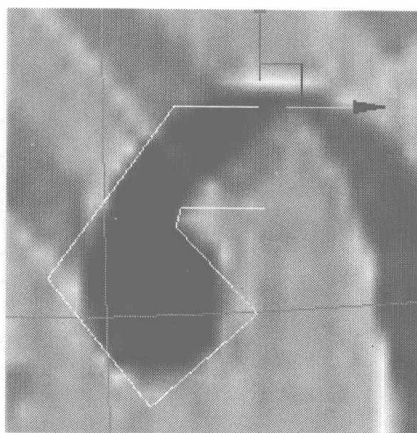
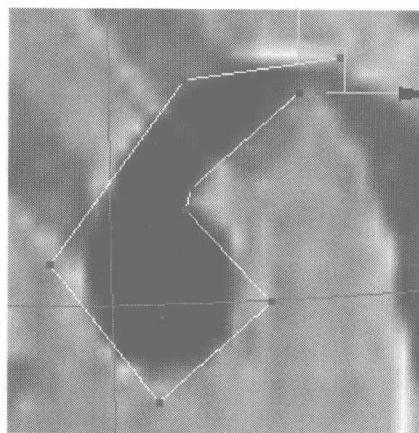
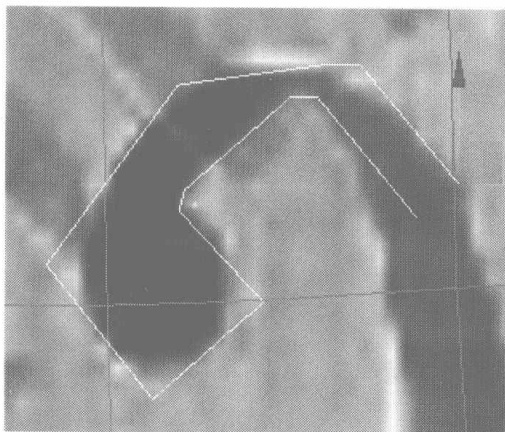
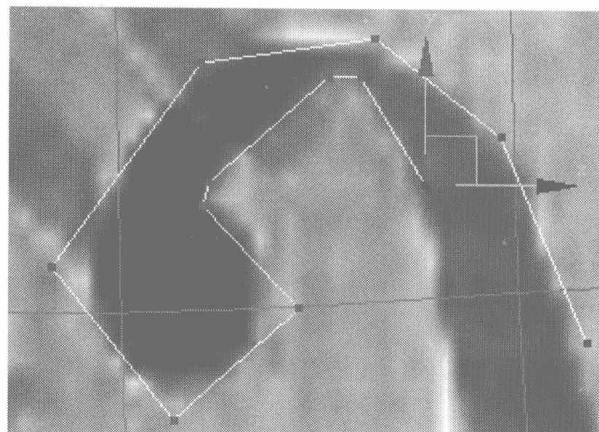

图 5.105
图 5.106
图 5.107
图 5.108
- 08** 在线级别下, 按住 Shift 键向外拖动, 复制出边沿, 如图 5.105 所示。调整模型上的点到如图 5.106 所示的位置。在线级别下, 按住 Shift 键向外拖动, 复制出边沿, 如图 5.107 所示。调整模型上的点到如图 5.108 所示的位置。